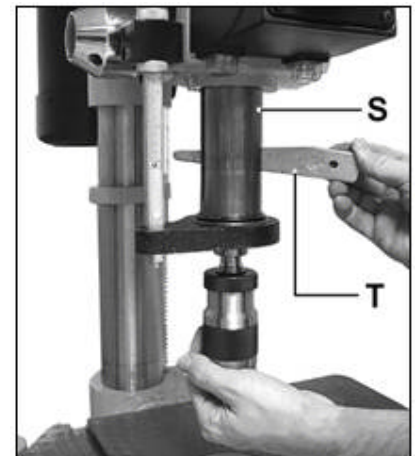

Fig 12
Stecken Sie den Auswurfkeil (T) in den Schlitz und hämmern Sie leicht. Sichern Sie das herabfallende Bohrfutter von Hand oder durch einen geschützten Bohrtisch (Fig 12).